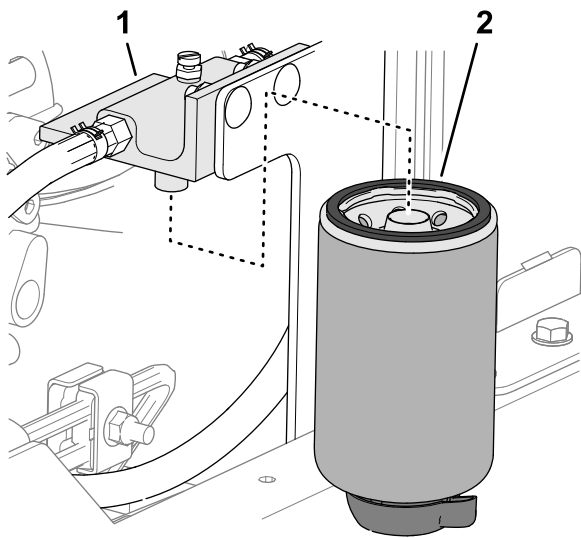

図 116
- フィルタヘッドとキャニスタを洗浄する **図 116**。